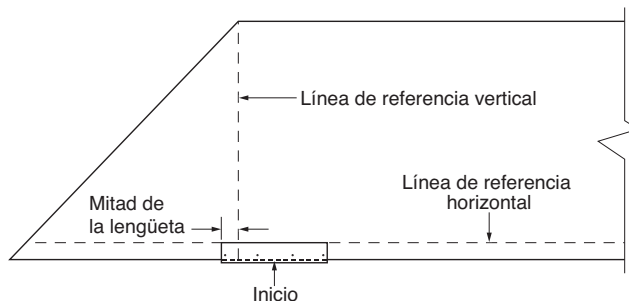

Figura 9-1: La hilera inicial se superpone a la línea de referencia vertical.
- Instale las hileras iniciales como se indica en las instrucciones de aplicación de la teja que se aplica. Superponga la línea de referencia vertical, por la porción de la longitud de la mitad de la lengüeta de la teja en vez de cortarla. La hilera inicial se debe extender a la longitud completa de los aleros (consulte la Figura 9-1).